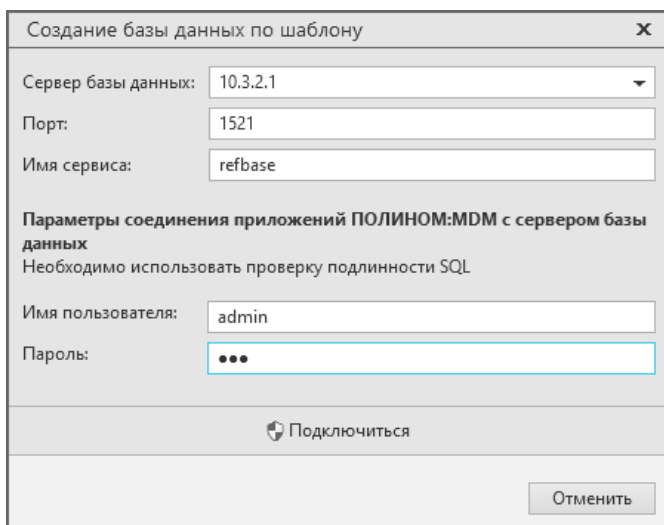

Рис. 4.44
1. Выберите СУБД для созданного на предыдущем шаге хранилища (рис. 4.44).